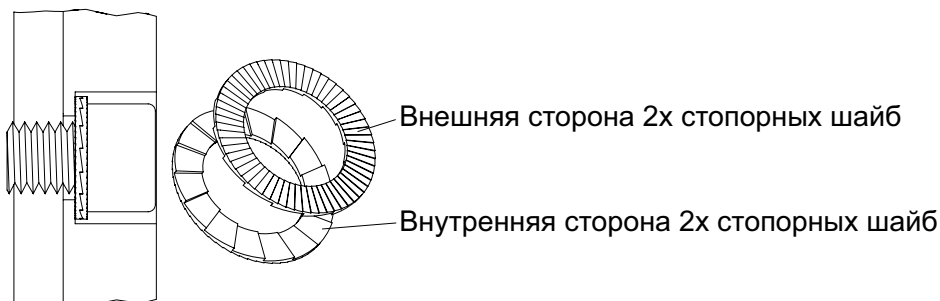

Рис. 5 Правильное монтажное положение стопорных шайб Nord-Lock®
ВНИМАНИЕ Убедитесь, что монтажное положение и момент затяжки стопорных шайб Nord-Lock® соответствуют Рис. 5 и таблице моментов затяжки!
- Установите стопорные шайбы (7/106), соблюдая правильное монтажное положение (см. Рис. 5).
- Только Nord-Lock® Стопорные шайбы (8/2) в надлежащем положении (рисунок 5), а затем вставьте уплотнительное кольцо (8/3) на винт (8/1).